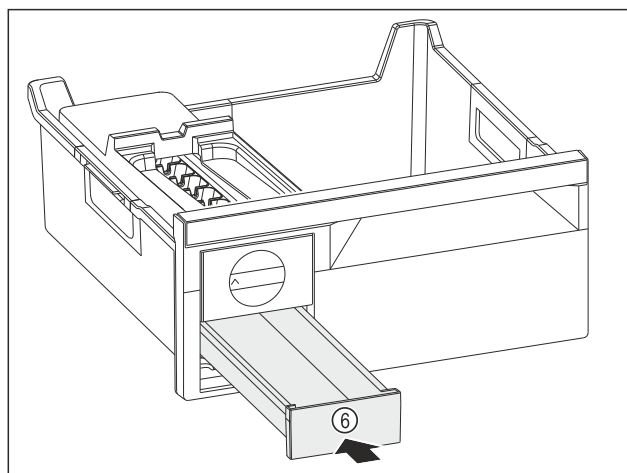

Fig. 96
- ▶ Introducir el cajón para cubitos de hielo Fig. 96 (6).